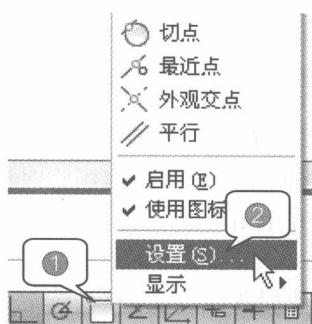

图 1-14 打开对象捕捉设置
(1) 鼠标右键单击【对象捕捉】按钮□，在弹出的快捷菜单中选择【设置】命令，如图 1-14 所示。